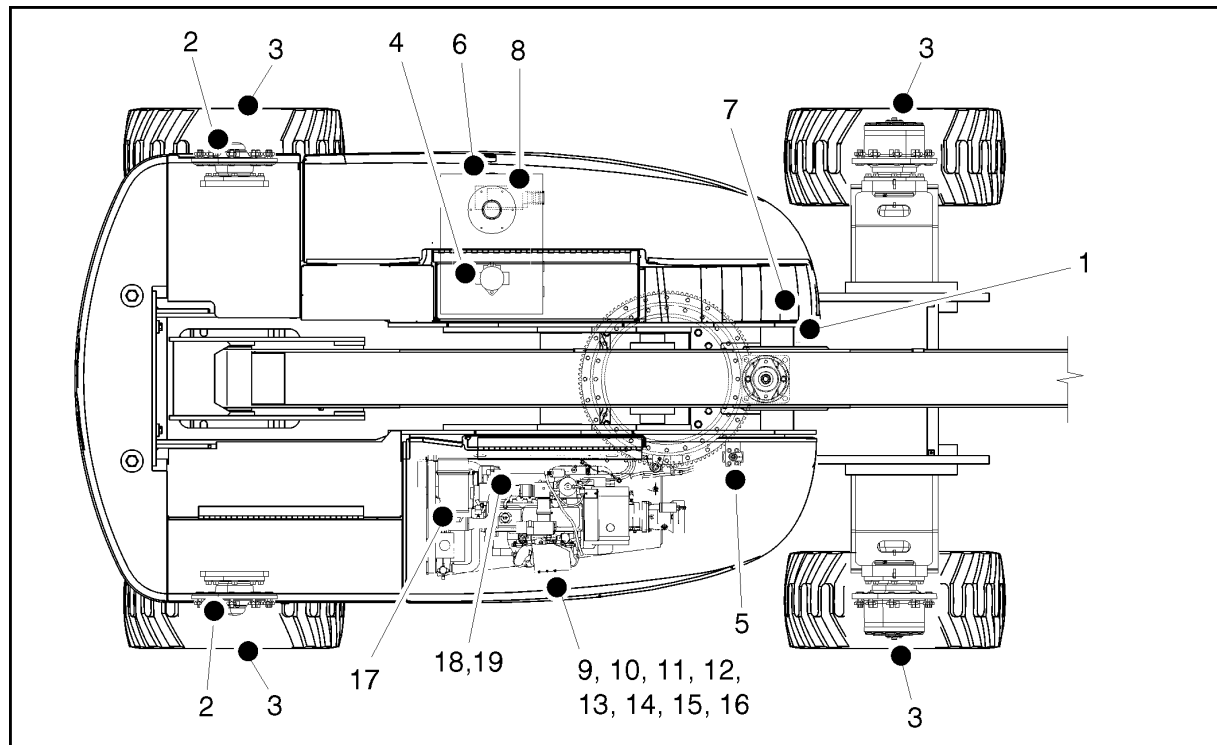

Figure 6-10. Schéma de lubrification et de maintenance pour l'opérateur
**NOTE :** Les numéros suivants correspondent à ceux de la Figure 6-10., Schéma de lubrification et de maintenance pour l'opérateur.